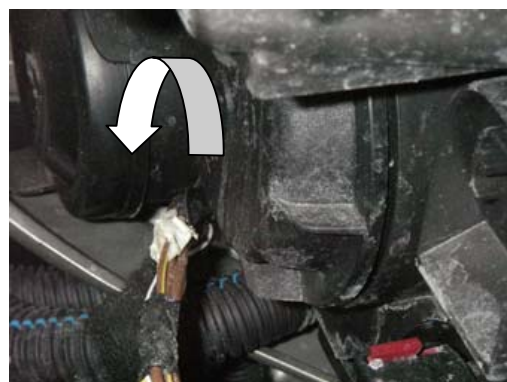

Fig. 2
- Tourner le capuchon de protection dans le sens inverse des aiguilles d'une montre jusqu'en butée et le déposer (voir fig. 2).